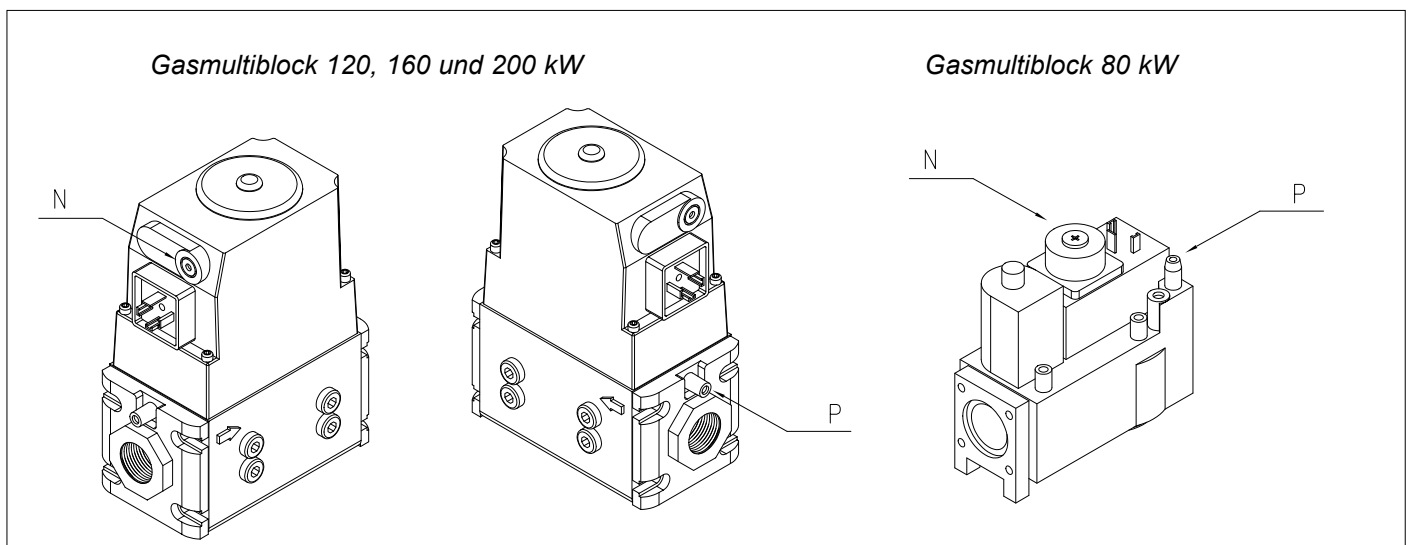

Bild 19 Einstellung Gasventil
- 14c. Wenn Vollastbetrieb erreicht ist, vergleichen Sie den Gasdruckmesswert (mit entfernter Vorderverkleidung) mit dem Wert in der Tabelle 18. Der Messwert soll 0 mbar betragen. Wenn der Messwert vom Tabellenwert abweicht, Gasdruck auf dem Gaskombinationsventil nachstellen mittels Einstellschraube N (siehe Bild 19).